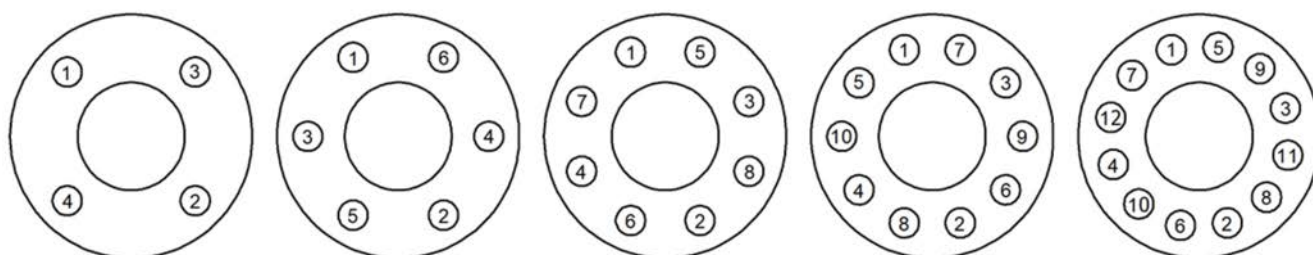

Fig. 2 Séquence de serrage
- ◆ Desserrer l'écrou (10) et dévisser complètement les boulons (15).
- ◆ Séparer le bonnet (9), l'obturateur complet (3)
- ◆ Retirer le siège "Quick-Change" (2) et remplacer le joint torique d'étanchéité (1)
- ◆ Insérez le nouvel obturateur dans le bonnet (9) et lubrifier la tige avec de l'huile au silicone.
- ◆ Toujours remplacer le joint du corps (11) en nettoyant soigneusement les surfaces d'appui.
- ◆ Serrer les écrous (15) d'une manière progressive et en séquence croisée, comme indiqué dans l'exemple de la Fig.2 paragraphe 2.01 en appliquant les couples indiqués au chapitre 5